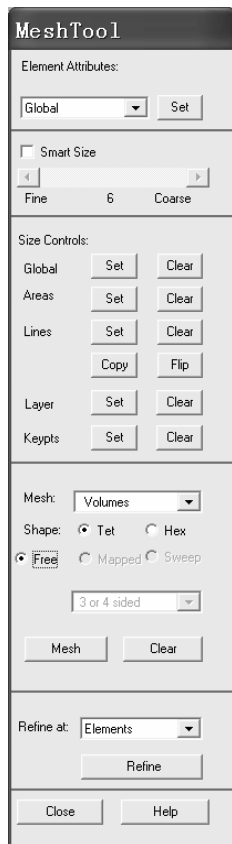
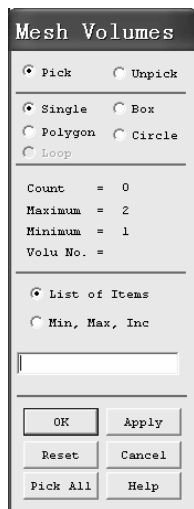

图 1-30 “MeshTool”窗口
图 1-31 “Mesh Volumes”窗口
(6) 在“Element Sizes on Picked Lines”窗口中“SIZE Element edge length”后面的方框中输入“0.004”，然后单击该窗口中的“OK”按钮。
(7) 依次选择 Main Menu>Preprocessor>Meshing>MeshTool，弹出“MeshTool”窗口（见图 1-30）。
(8) 在“MeshTool”窗口中从“Mesh:”后的方框中选择“Volumes”。从“Shape”后的单选框中选中“Hex”。
(9) 在“MeshTool”窗口中，单击“Mesh”按钮，弹出“Mesh Volumes”窗口（见图 1-31），鼠标光标变为向上的黑色箭头。